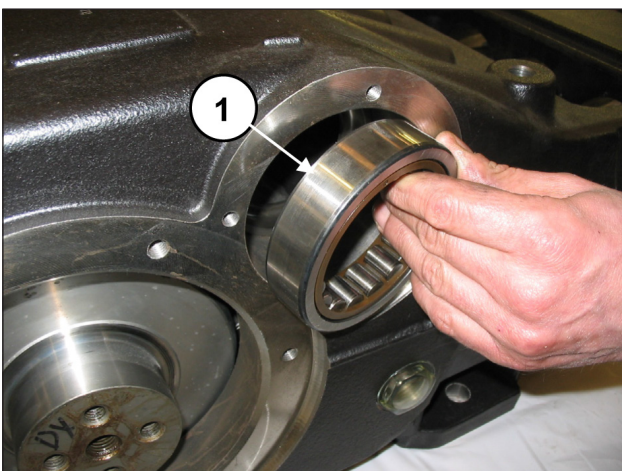
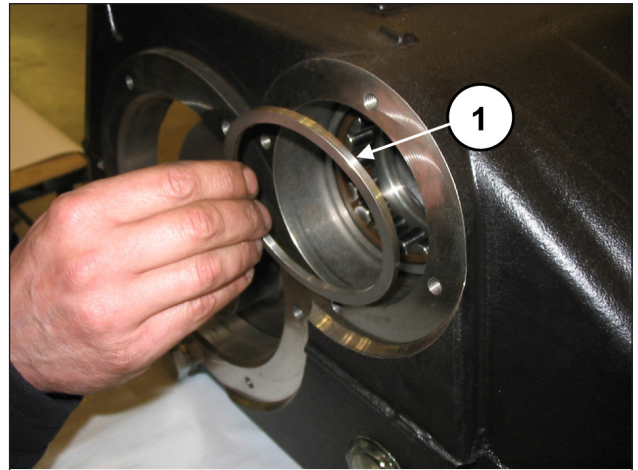
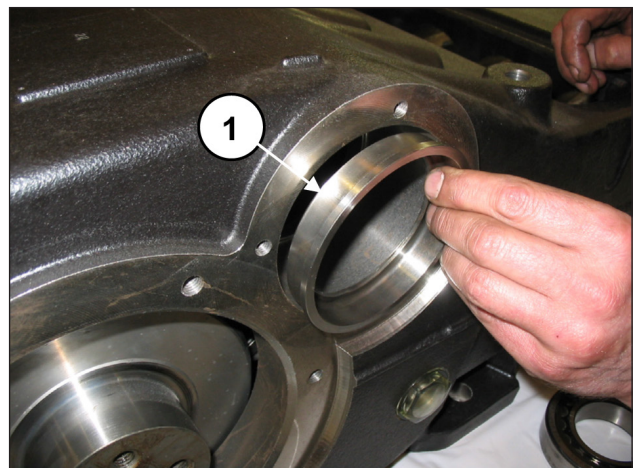

Fig. 36
Fig. 37
Fig. 38
Utiliser une barre suffisamment longue (rep. ①, Fig. 36) et un outil à inertie pour dégager du carter de pompe les bagues des coussinets (rep. ①, Fig. 36), l'entretoise du coussinet extérieur (rep. ①, Fig. 37) et la douille de lubrification des coussinets (rep. ①, Fig. 38).